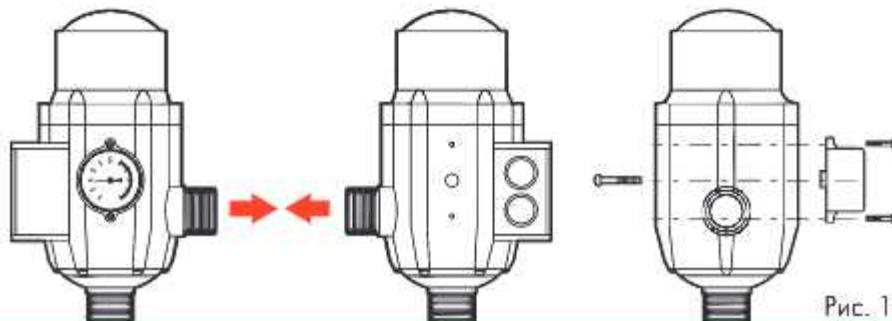

Рис. 1
4.1. Манометр может быть установлен на одной из двух сторон блока автоматики (рис. 1), при помощи кольцевого уплотнения и двух крепежных винтов. Выбрав удобное расположение манометра, с противоположной стороны заглушите отверстие при помощи винта без использования какого-либо уплотнения. Установите блок автоматики строго в вертикальном положении (рис. 2), в любой точке, расположенной между насосом и первой точкой водоразбора (краном) таким образом, чтобы входное отверстие (наружная резьба 1 дюйм) соединялось с направлением выхода потока воды из насоса, а боковое выходное отверстие (наружная резьба 1 дюйм) соответствовало направлению потока в трубопроводе. Убедитесь в полной герметичности гидравлических соединений. В случае использования электронасоса с максимальным давлением свыше 10 бар необходимо установить редуктор понижения давления на входе в блок автоматики.